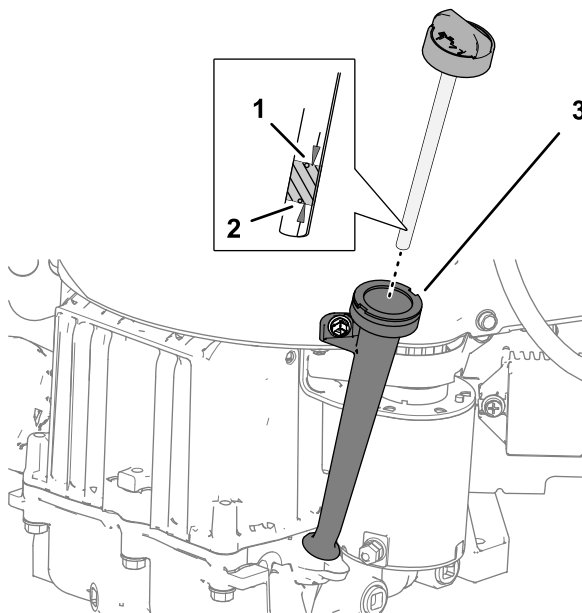

Figura 71
5. Introduzca la varilla en el motor y apriete la varilla. Figura 71.
6. Retire el tapón del cuello de llenado y compruebe en la varilla el nivel de aceite (Figura 71).
**Nota:** El nivel del aceite del motor debe cubrir la zona sombreada de la varilla (Figura 71).